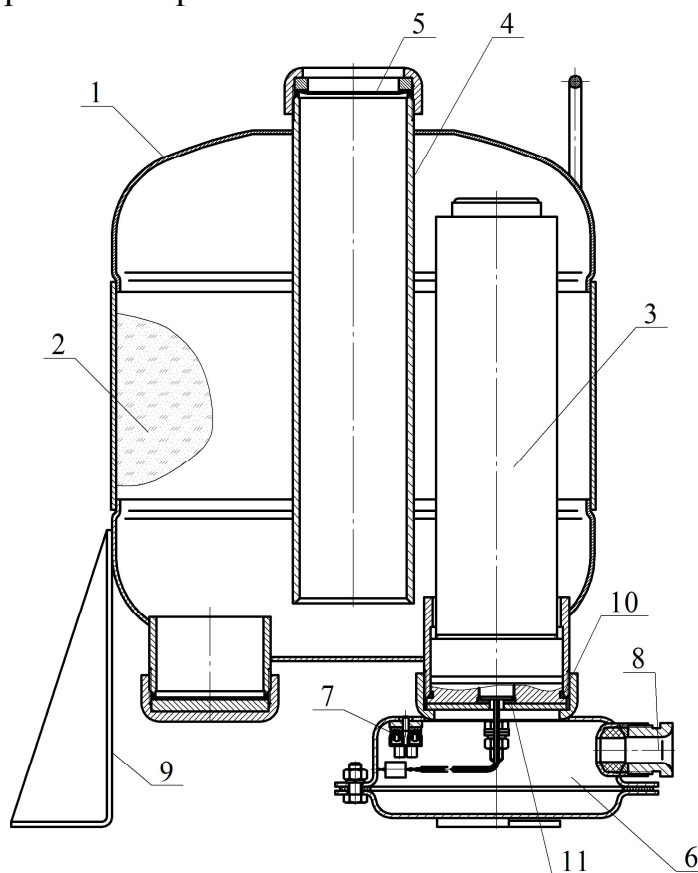

Рисунок 1
1.4.1.1 МПП (см. рисунок 1) состоит из корпуса **1**, в котором размещаются огнетушащий порошок (ОП) **2** и источник холодного газа (ИХГ) **3**. В верхней части корпуса находится насадок-распылитель **4**, который также выполняет функцию сифонной трубки при выпуске ОП из корпуса. Выходное отверстие насадка-распылителя перекрыто мембраной **5**.